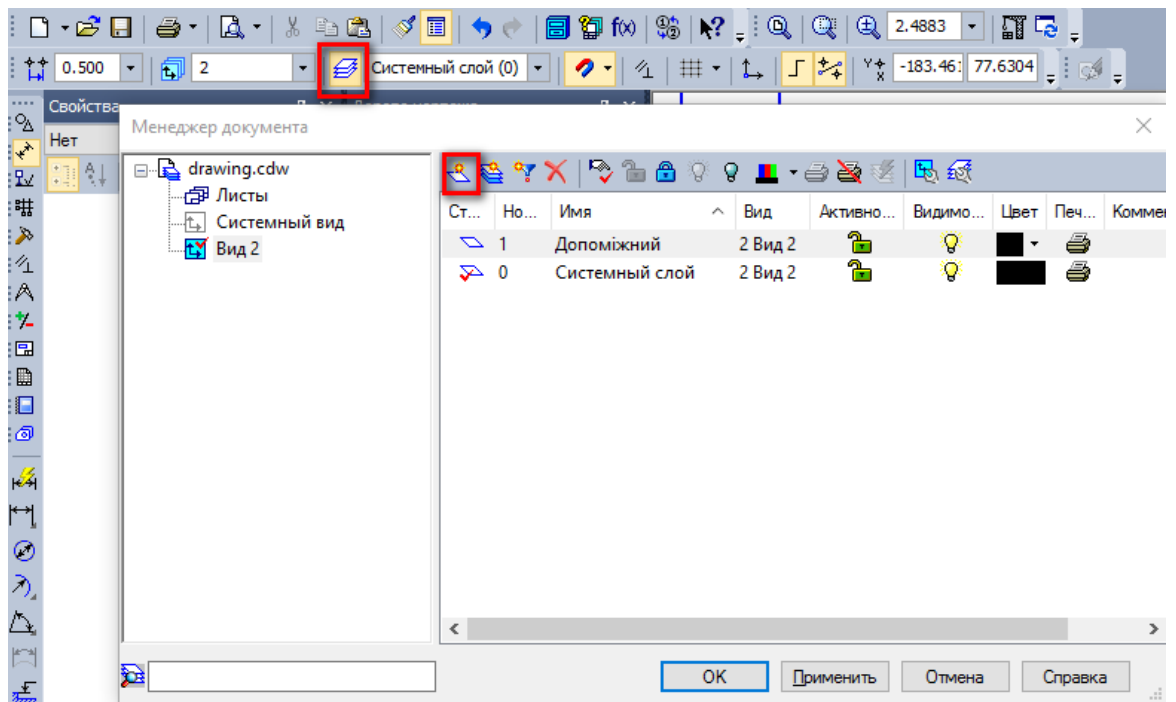

Рис. 4.2: Створення нового шару.
1. Створюємо новий шар (рис. 4.2) на якому буде знаходитись допоміжна геометрія, яку можна буде в процесі приховати, без ручного видалення допоміжних елементів. Основне креслення буде знаходитись в *системному шарі*.